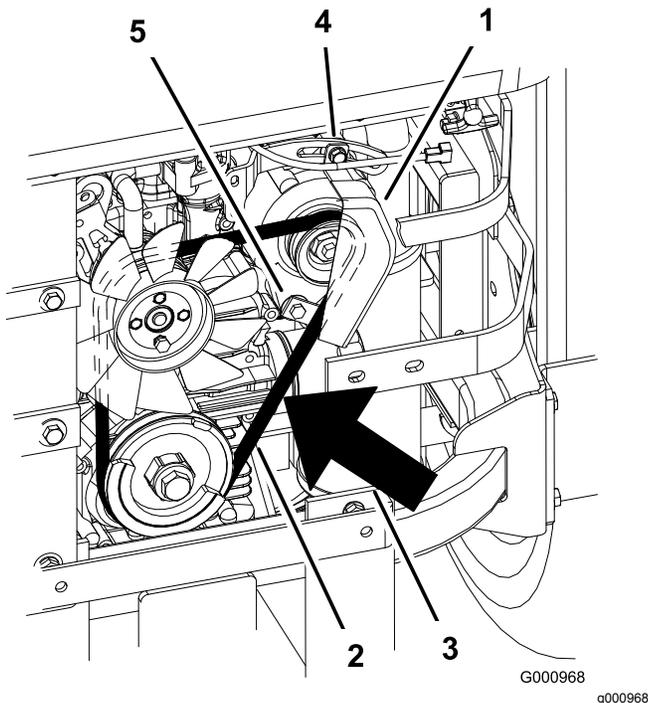

Figure 83
- Desserrez le boulon inférieur et retirez le boulon de fixation supérieur de l'alternateur et du couvercle (Figure 83).
- Installez une courroie neuve autour des poulies et de l'alternateur (Figure 83).
- Serrez le boulon inférieur et vissez le boulon de fixation supérieur de l'alternateur et du couvercle (Figure 83).
- Réglez l'alternateur vers l'extérieur jusqu'à ce que la courroie présente une flèche de 7 à 9 mm ( $\frac{1}{4}$  à  $\frac{11}{32}$  po) quand une force de 10 kg (22,1 lb) est exercée entre les poulies du moteur et de l'alternateur (Figure 83).
- Si la flèche est correcte, serrez les boulons inférieur et supérieur (Figure 83).